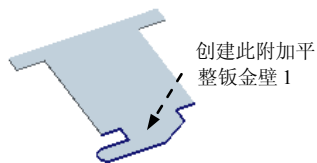
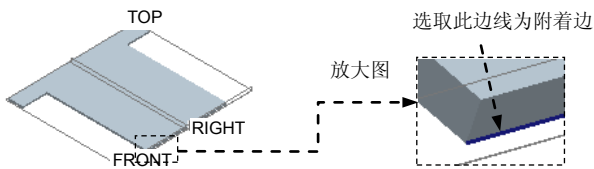
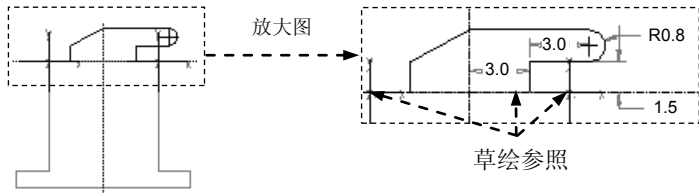

图 11.6.4 创建附加平整钣金壁 1
图 11.6.5 定义附着边
图 11.6.6 截面草图
Step3. 创建图 11.6.4 所示的附加平整钣金壁 1。选择下拉菜单 **插入(I)** **钣金件壁(W)** **平整(U)...** 命令, 选取图 11.6.5 所示的模型边线 (下边线) 为附着边。平整壁的形状类型为 **用户定义**, 在操控板的 图标后面的下拉列表中选择 **平整**, 单击 **形状** 按钮, 在系统弹出的选项卡中单击 **草绘...** 按钮, 接受系统默认的草绘参照, 方向为 **顶**; 绘制图 11.6.6 所示的截面草图。